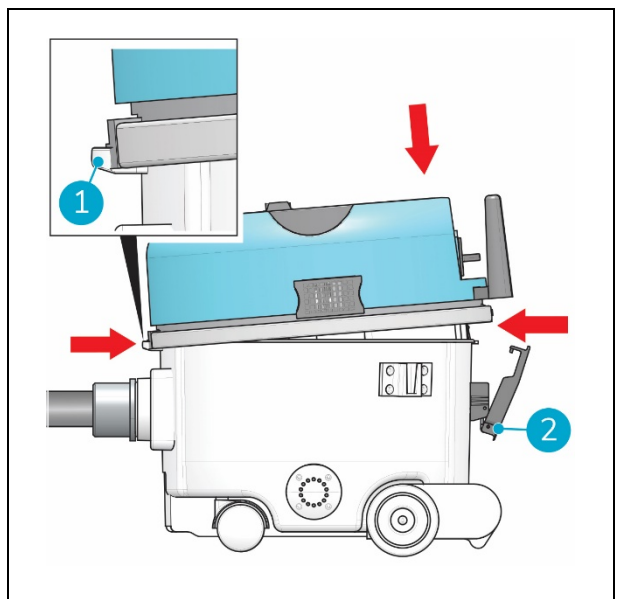

Figura 16
15. Certifique-se de que a abertura na zona superior está encaixada em redor do rebordo do depósito (figura 16, posição 1).
16. Aperte o fecho (figura 16, posição 2).